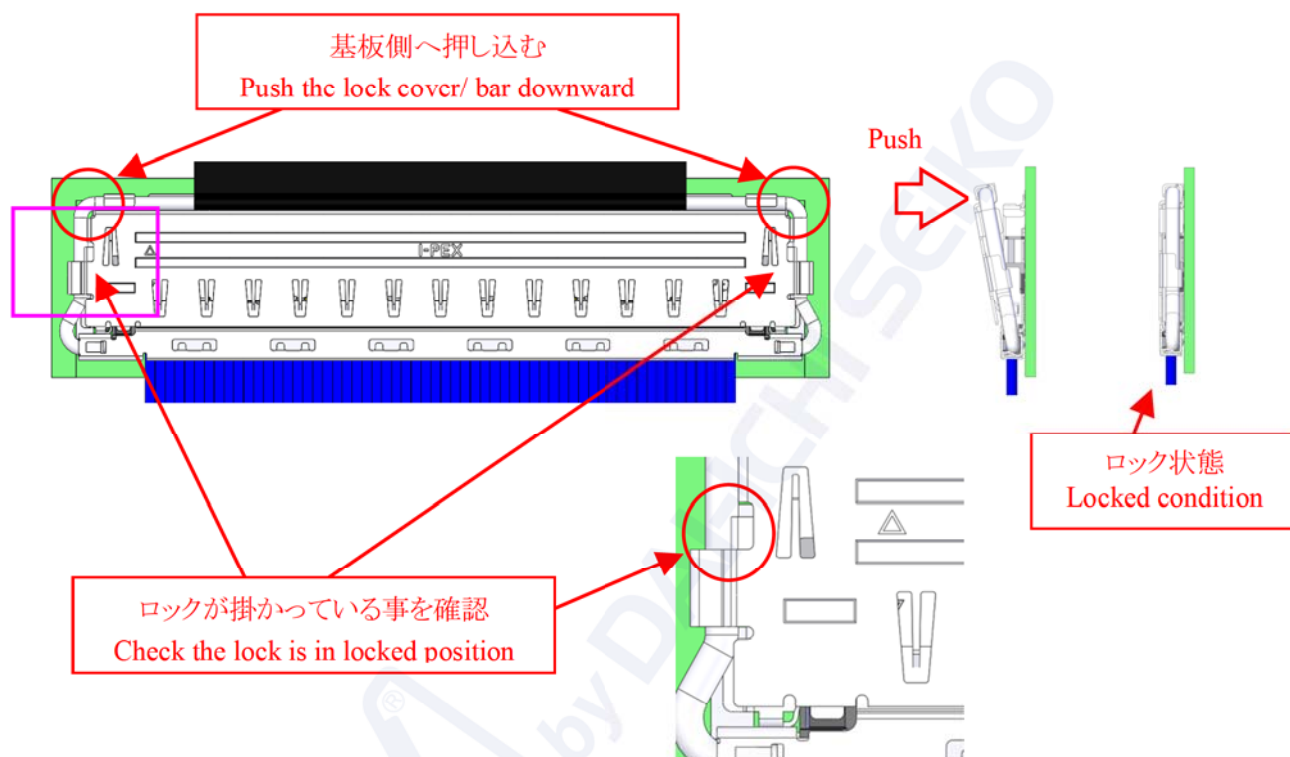

図 11 (Fig.11)
- ③Cover の図 11○部を基板側へ押し込み、リセプタクルの SHELL と Lock Bar をロックさせる。